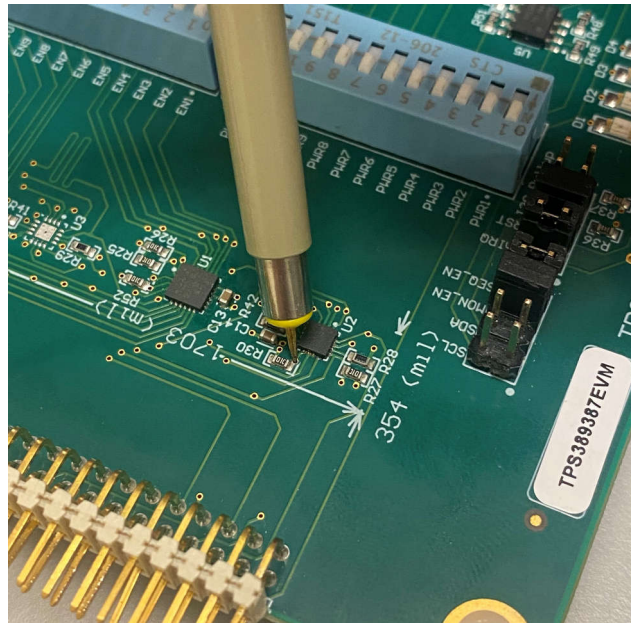

图 4-7. 同步信号探头
- f. 图 4-7 展示了在 EVM 上放置示波器探头以查看同步信号的位置。将探头放置在最靠近器件 U2 的 R30 端子上。